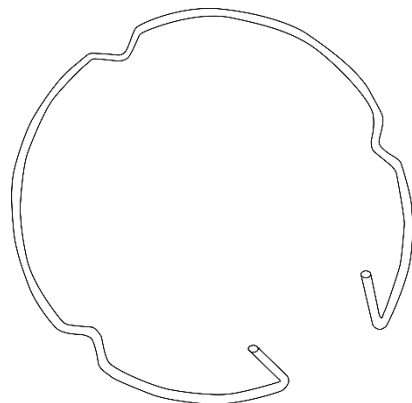

Fig. 06
- 06) Replace the fixation ring (fig. 06).